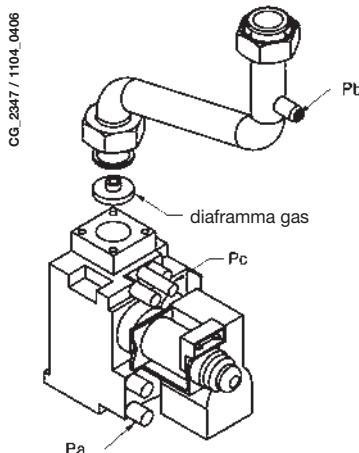

Figura 10
- sostituire il diaframma gas posto sulla valvola gas (figura 10). Il diametro del diaframma è riportato nella tabella 2.
- collegare la presa di pressione positiva di un manometro differenziale, possibilmente ad acqua, alla presa di pressione (**P_b**) della valvola del gas (Figura 10). Collegare, solo per i modelli a camera stagna, la presa negativa dello stesso manometro ad un apposito "T" che permetta di collegare insieme la presa di compensazione della caldaia, la presa di compensazione della valvola del gas (**P_c**) ed il manometro stesso. (Una pari misura può essere effettuata collegando il manometro alla presa di pressione (**P_b**) e senza il pannello frontale della camera stagna);
- verificare che la pressione dinamica di alimentazione della caldaia, misurata alla presa di pressione (**P_a**) della valvola del gas (Figura 10) sia quella corretta (37 mbar per il gas propano o 20 mbar per il gas naturale).
- Regolare la vite "**Pmax/Pmin**" (figura 10) fino ad ottenere il valore di pressione riportato nella Tabella 1.